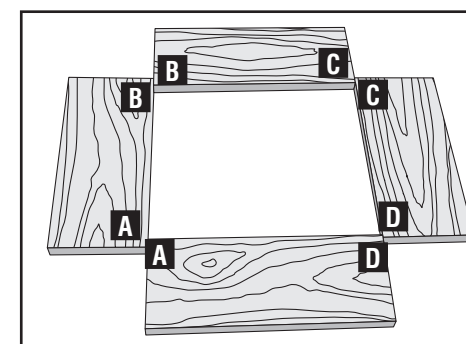

Fig. 18
ÉTAPE 2 : Étiquetez les coins « A », « B », « C » et « D » (Fig. 18).